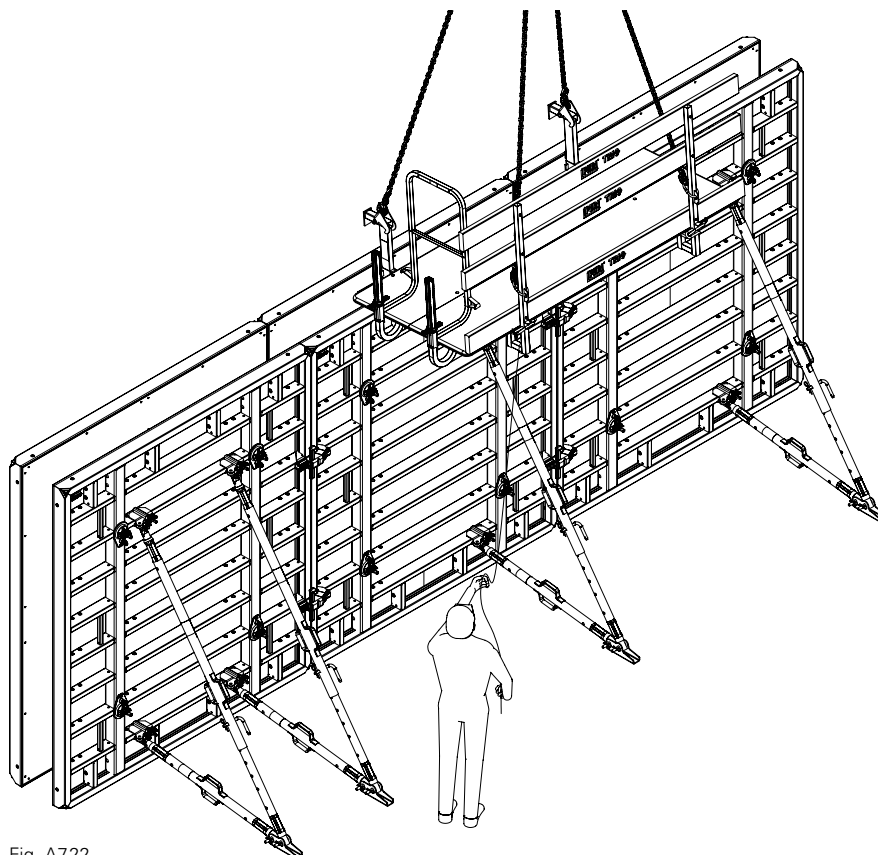

Fig. A7.22
1. Accrocher la plate-forme de bétonnage TRIO avec les supports de suspension sur le profil de cadre supérieur. Procéder par le bas avec le câble de guidage. (Fig. A7.22)